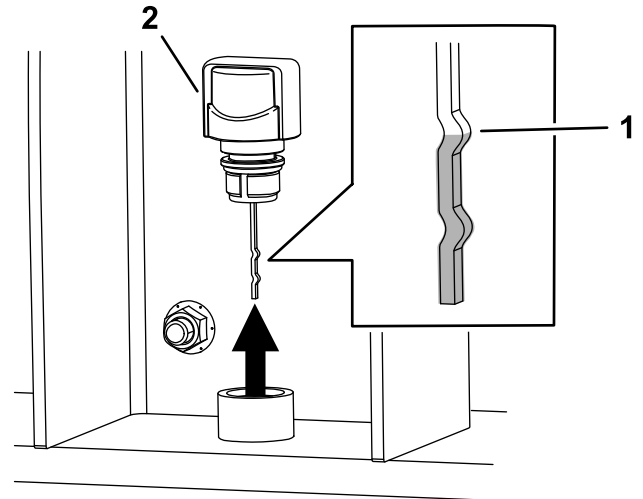

Figura 33
4. Limpie alrededor del tapón del respiradero (Figura 33).
5. Retire el tapón del respiradero (Figura 33).
7. Retire la varilla y compruebe que el fluido llega a la muesca superior (Figura 33). Coloque el tapón del respiradero.
Nota: El nivel de fluido debe llegar a la parte superior de la muesca de la varilla en el tapón del respiradero (Figura 33)